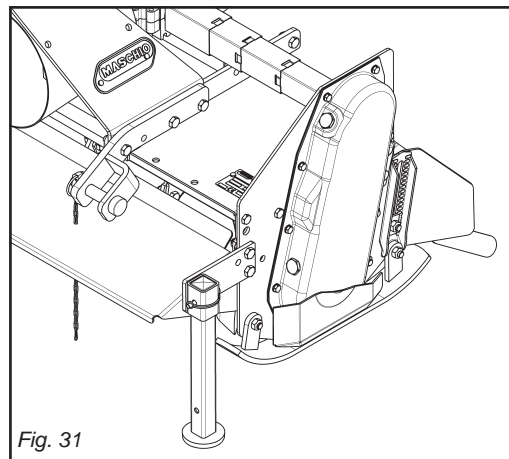

Fig. 31
- 1) *Position the bearing stand as shown in the figure 31.*
- 1) Positionner le pied d'appui comme indiqué dans la figure 31.
- 1) *Den Stellfuß wie in der Abbildung 31 gezeigt anordnen.*